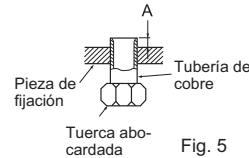

Fig. 5
- 6) Introduzca la manguera de drenaje en el manguito del orificio de la pared (C) y enganche la parte superior de la unidad interior en la placa de instalación (1). A continuación, desplace la unidad interior totalmente a la izquierda para facilitar la colocación de las tuberías en la parte posterior de la unidad.
- 7) Corte un trozo de cartón de la caja de embalaje, enróllelo, engánchelo en el saliente trasero, y utilícelo como espaciador para levantar la unidad interior. (Fig. 5)
- 8) Conecte el tubo de refrigerante a la tubería de extensión (B).
- 9) Empuje la parte inferior de la unidad interior hacia la palanca de instalación (1).